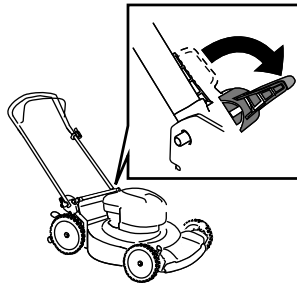

Figura 16
3. Abra las palancas de bloqueo del manillar (Figura 16).